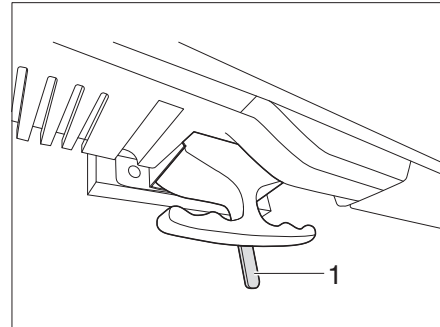

Figure 137 Déverrouillage écran plat
- Pousser le levier (Fig. 137,1) vers la gauche. Le dispositif de blocage est alors débloqué.
- Pousser le levier (Fig. 137,1) en position centrale. L'écran plat reste bloqué.